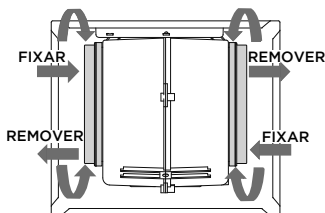

Fig. 2
2. Remova o filtro de carvão ativado usado (Fig. 2).
3. Fixe corretamente o novo filtro na coifa (Fig. 2).